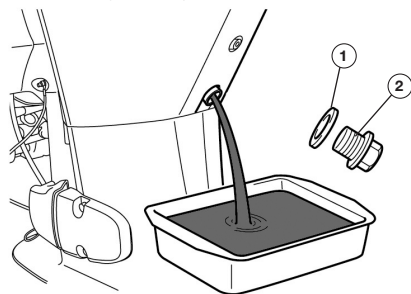

Рис. 49 Слив моторного масла
4. Открутите пробку для слива масла, затем открутите крышку маслосливной горловины и дайте маслу полностью стечь (Рис. 49).